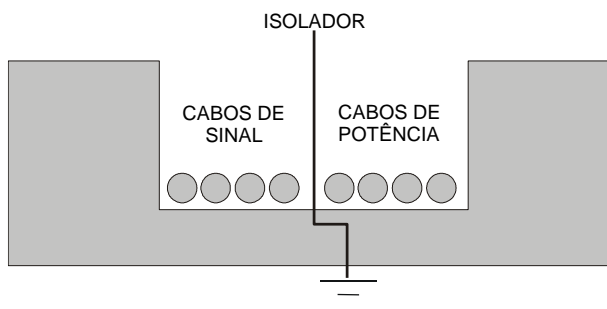

Figura 9.7 - Arranjo dos Cabos na Bandeja
- 1) Instale um separador metálico aterrado, como ilustrado na figura 9.7.